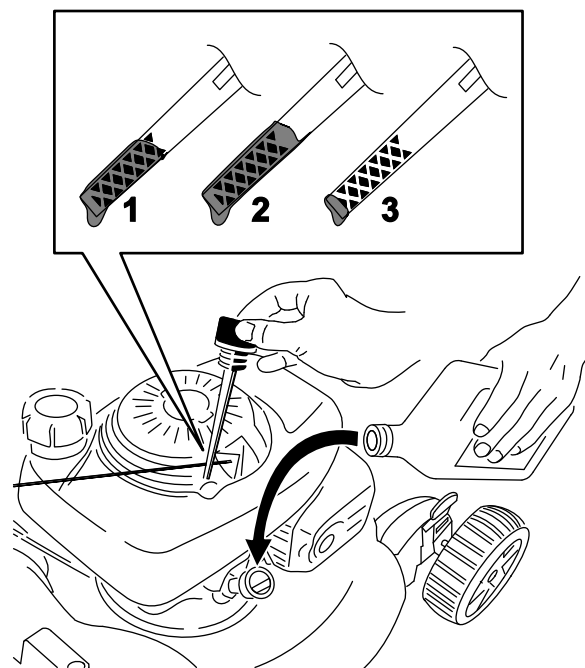

Figura 11
2. Girate il tappo in senso antiorario ed estraete l'asta di livello (Figura 11).
5. Controllate il livello dell'olio sull'asta (Figura 11).
- Se il livello di olio dell'asta è troppo basso (Figura 11), versate con cura una piccola quantità di olio detergente SAE 30 o SAE 10W-30 nel tubo di riempimento dell'olio, attendete 3 minuti e ripetete gli step da 3 a 5 finché il livello dell'olio sull'asta non risulta corretto.
- Se il livello dell'olio sull'asta è troppo alto (Figura 11), drenate l'olio in eccesso finché il livello dell'olio sull'asta non risulta corretto; fate riferimento a Cambio dell'olio motore (pagina 15).